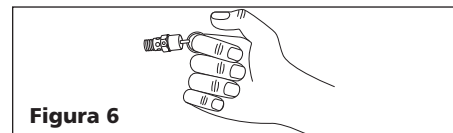

Figura 6
2. Usando gafas de protección, tire del anillo de la válvula de seguridad (vea las Figura 6) para liberar la presión del tanque del compresor. Use su otra mano para desviar el aire que se mueve a gran velocidad y evitar que le dé en el rostro.
2. Hale el anillo de la válvula de seguridad y deje que calce en su posición normal (Figura 6).